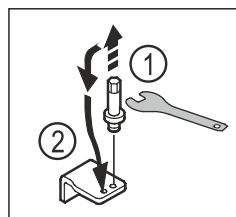

Fig. 22
- ▶ Desatornillar el perno del soporte del cojinete inferior con una llave Allen SW5. Fig. 22 (1)
- ▶ Insertar el perno en el lado opuesto. Fig. 22 (2)